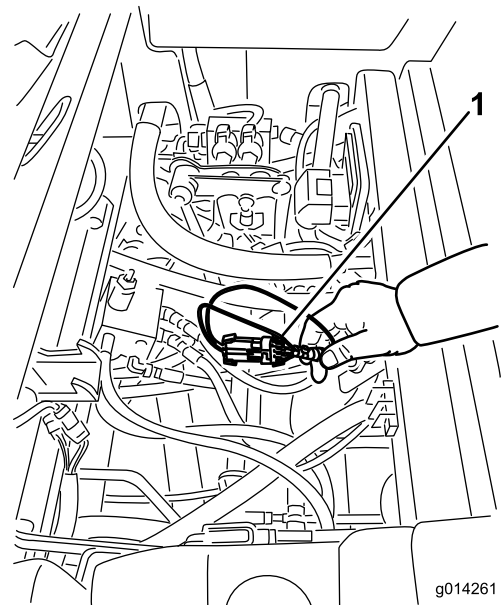

Figure 27
3. Localisez le faisceau de câblage et les connecteurs près du module de commande (Figure 27).